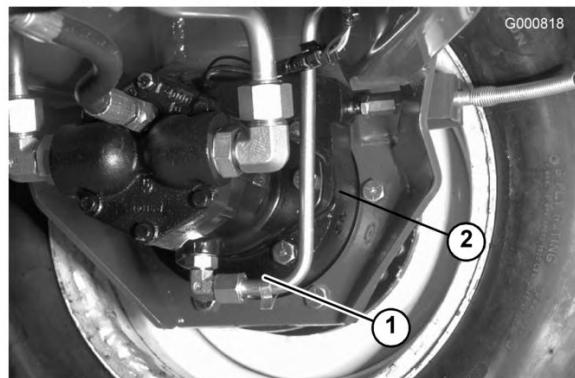

図 53
2. プラネタリ・ギアについているプラグ（図 52）と、ブレーキの裏側についているプラグ（図 53）を外す。